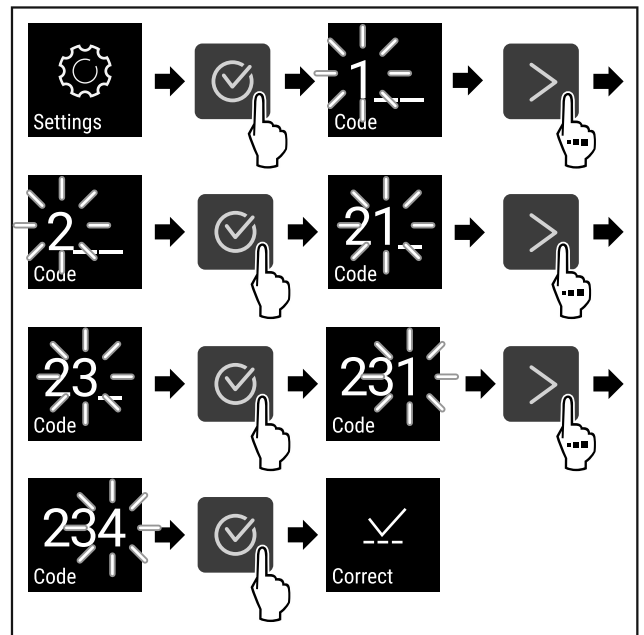

Fig. 71
- ▶ Suivre les étapes (voir Fig. 71). Saisir le code PIN.